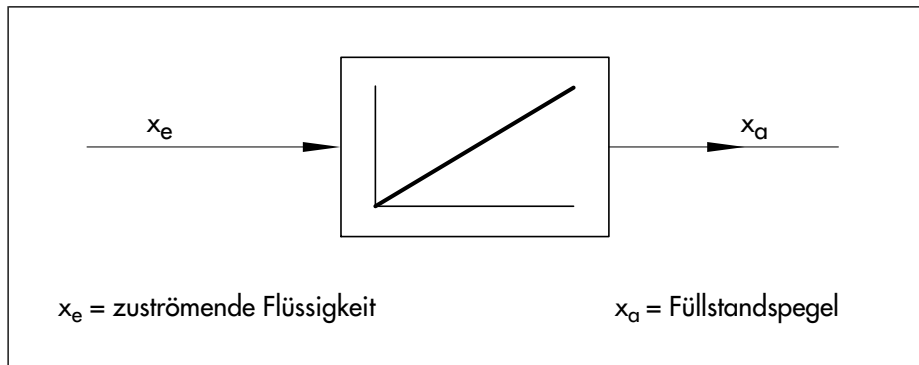

Bild 4: Zeitlicher Verlauf eines Flüssigkeitsstandes
- Beispiel: Darstellung eines Zeitverhaltens (Bild 4)